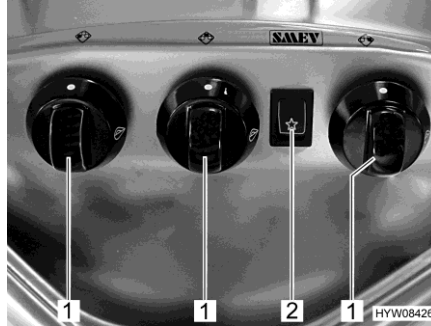

Bild 126 Reglage, knappar (gasspis)
- Vrid vridregulatorn (Bild 126,1) till önskad låga till tändningsläge (stor låga).
- Tryck på vippkontakten (Bild 126,2). Nu bildas tändgnistor vid brännaren.